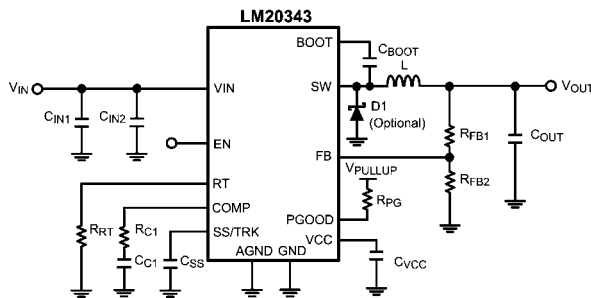

FIGURE 1. Typical Application Circuit
LM20343 は、できる限り少ない外付け部品で高効率な降圧レギュレータを実装するために必要なすべての機能を備えたスイッチング・レギュレータです。この使いやすいレギュレータは、2 つのスイッチ素子を内蔵し、最大 3A の連続出力電流を供給できます。レギュレータは非線形スロープ補償によるピーク電流モード制御により、出力電圧範囲全体にわたり最適な安定性と過渡応答を実現します。ピーク電流モード制御は、入力電圧フィードフォワード、サイクルごとの電流制限、ループ補償が簡単という特長を原理的に備えています。スイッチング周波数は、グラウンドに接続した外部抵抗により 250kHz ~ 1MHz まで可変できます。そのほか、電流制限、サーマル・シャットダウン、オーバーボルテージ保護、シャットダウン機能を備えています。デバイスは放熱を助ける露出パッドを組み込んだ eTSSOP-20 パッケージで供給されます。LM20343 の一般的なアプリケーション回路は設計ガイドラインの Figure 1 に示しています。
ここでは、全機能を有する電源の構築に必要な外付け部品の選定方法を段階を踏んで説明します。どのような DC/DC コンバータの設計であっても、効率、実装面積、性能が最適化のトレードオフになります。このセクションではこれらの設計条件について詳しく取り上げます。部品選定を簡易化するために、下の Figure 1 に示す回路を参考として使用します。特記のない限り、すべての式において単位は電流をアンペア (A)、容量をファラッド (F)、インダクタンスをヘンリー (H)、電圧をボルト (V) とします。